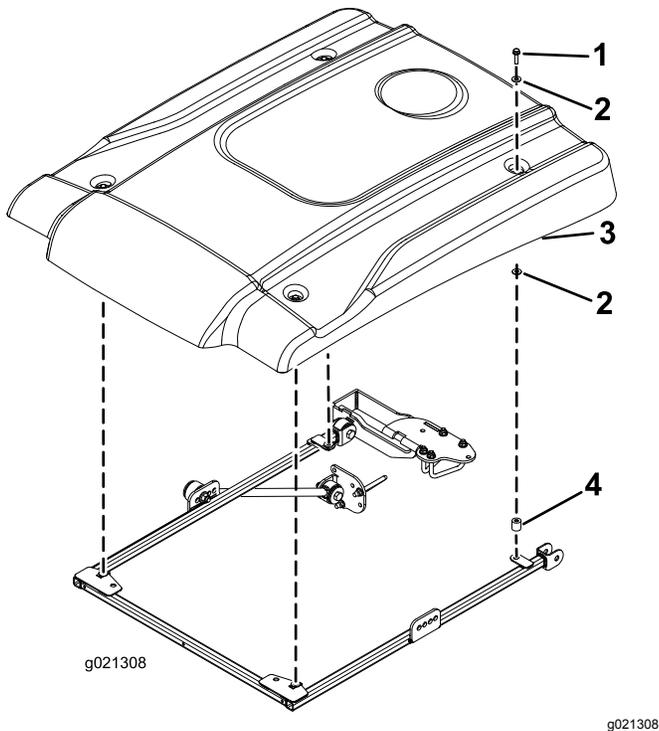

Bild 33
- Positionieren Sie das Sonnendach beim Ausfluchten der Befestigungslöcher am Rahmen wie in Bild 33 abgebildet.
- Befestigen Sie jede Ecke des Sonnendachs mit einer Bundkopfschraube ($\frac{5}{16}$ " x $\frac{2}{4}$ "), zwei kleinen Scheiben und einem Distanzstück lose am Rahmen (Bild 33). Legen Sie eine Scheibe an jeder Seite der Gummidichtung des Sonnendachs auf.